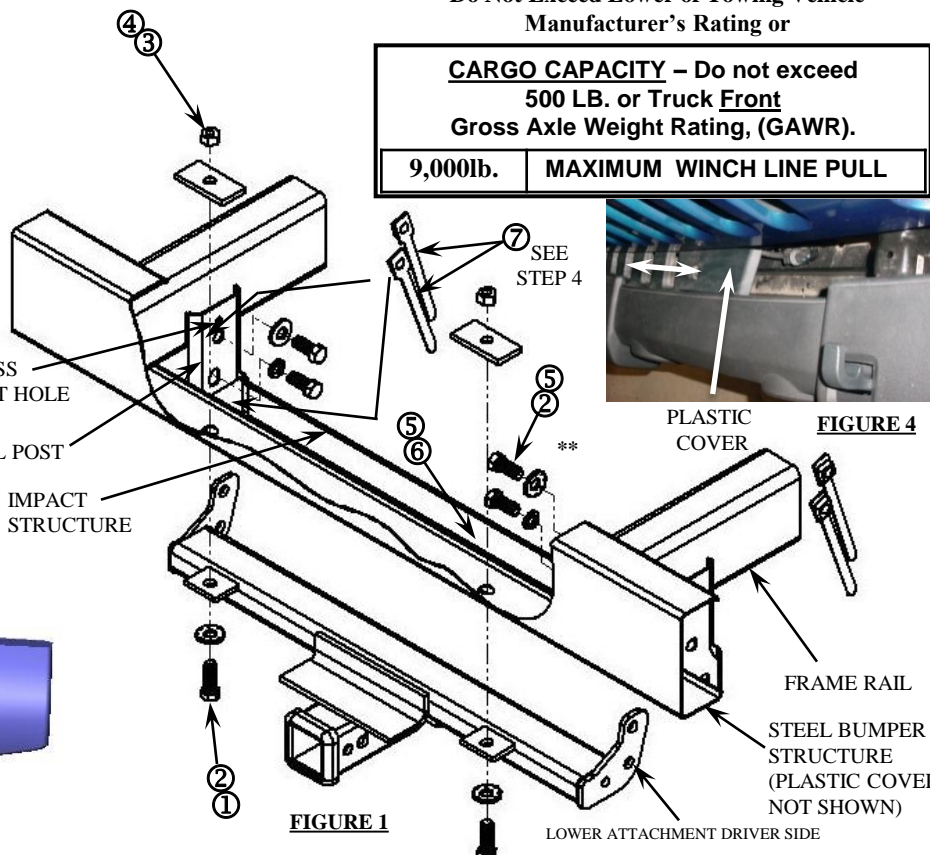

FIGURE 1
2. PULL OUT WIRE HARNESS ATTACHMENTS ON THE VERTICAL POST AS SHOWN IN FIGURE 1.
3. SLIDE HITCH INTO POSITION AS SHOWN IN FIGURE 1 AND 3. LOOSELY INSTALL FASTENERS 1 THRU 4 AT THE BUMPER LOCATIONS.